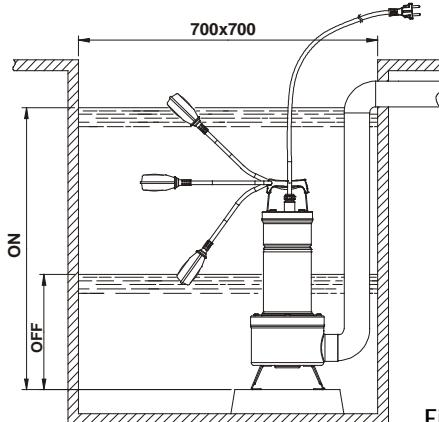

Fig.1
- 4.1 Si el fondo del pozo donde la bomba deberá trabajar estuviera muy sucio, es conveniente instalar un soporte para apoyar la bomba y evitar así que se obstruya (**Fig.1**).
- 4.4 Para la versión provista de interruptor de flotador, comprobar que éste pueda moverse libremente (**VÉASE EL PÁRRAFO DE REGULACIÓN DEL INTERRUPTOR DE FLOTADOR**). Prever pozos de instalación con dimensiones mínimas como en la **Fig.1**. Se deberá siempre dimensionar el pozo incluso en relación a la cantidad de agua que llega y al caudal de la bomba, con el propósito de no someter el motor a excesivos arranques.